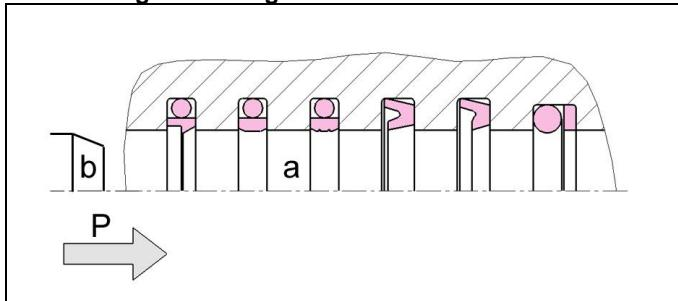

Abb. 1: Stangendichtungen mit Druckrichtung
- In dieser Form wird der Dichtring nun in Pfeilrichtung (1) in die Nut eingesteckt.
**Achtung:** Auf richtige Lage der Dichtlippe zur Druckseite achten (siehe Abb.1). Vergewissern sie sich, dass die Dichtungen in der richtigen Nut montiert werden, da teilweise zwei Nuten vorhanden sind. Diese sind mit einer Haupt- (Primär-) un einer Neben- (Sekundärdichtung) versehen (siehe Abb. 3).